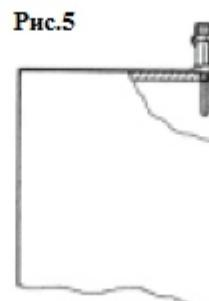

Рис.5
Рис.5 вертикальная установка.
- в случае вертикальной установки (рис.5) используйте красные цифры.